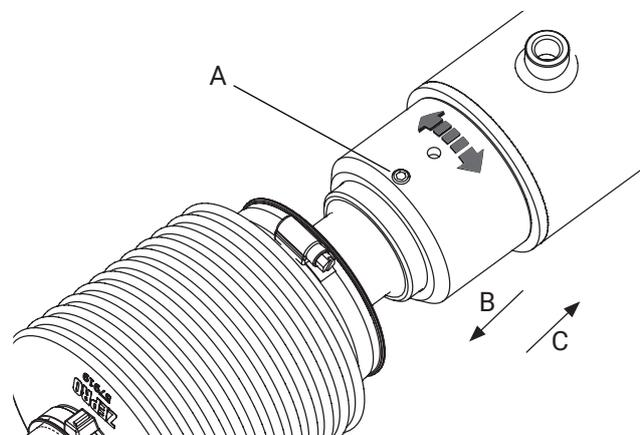

Figure 32. Bague et vis de blocage
7. Desserrez la vis de blocage (A) du vérin d'inclinaison monté sur la plate-forme. Dévissez complètement la bague (B) en direction de la plateforme. Voir Figure 32.
9. Ajustez la bague contre le sommet du vérin (C). Figure 32.
10. Fixez le réglage au moyen de la vis de blocage (A). Voir Figure 32. **Couple de serrage : 3-5 Nm**
11. Desserrez la vis de blocage (A) de l'autre vérin d'inclinaison.
12. Tournez le collier ajustable de façon à ce que le vérin d'inclinaison corresponde à la fixation sur la plate-forme puis fixez le réglage au moyen de la vis de blocage (A).